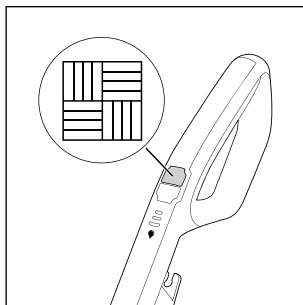

Fig. 13
- ◆ Per accendere l'apparecchio premere l'interruttore Pavimento  **14** (vedere fig. 13). Il LED dell'interruttore Pavimento  **14** si accende con luce blu.
- ◆ Per spegnere l'apparecchio premere nuovamente l'interruttore Pavimento  **14** (vedere fig. 13).